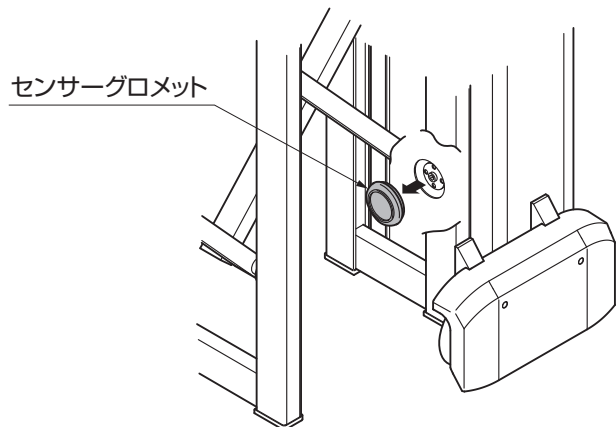

図16-1
- ①電動装置本体裏の下側にあるゴム製のセンサーグロメットを取外してください。（図16-1参照）